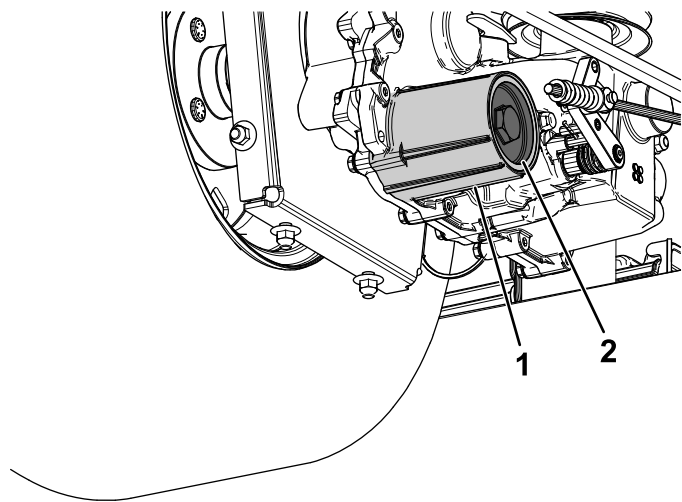

Figura 73
7. Îndepărtați capacul filtrului pentru ulei hidraulic de pe transmisie, pentru a scurge uleiul (Figura 73).